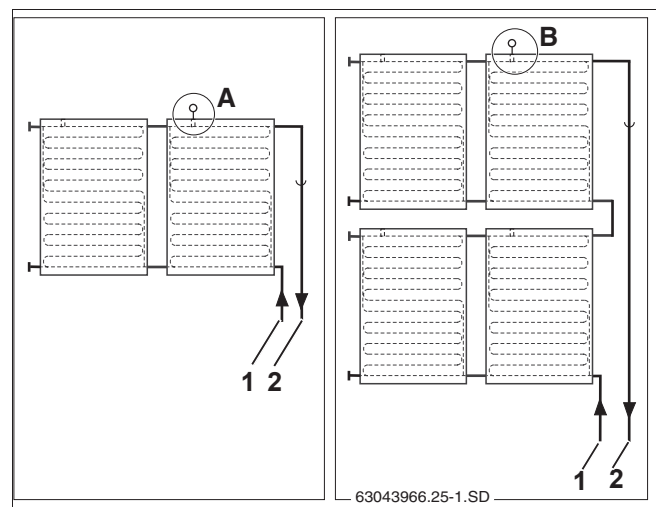

Рис. 31 Место установки датчика коллектора (схематическое изображение)
Обратите внимание на разные места установки при одно- и двухрядной коллекторной системе (рис. 31).
Датчик должен устанавливаться в коллектор, к которому подключена подающая линия (рис. 31, поз. 2).
- Место установки (рис. 31, поз. А) в однорядной системе коллекторов.
- Место установки (рис. 31, поз. В) в двухрядной системе коллекторов.